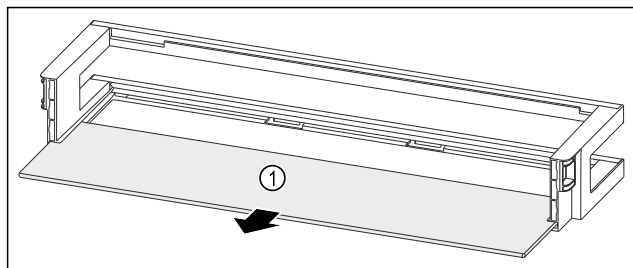

Fig. 114 Balconcino controporta con ripiano
- Rimuovere il ripiano Fig. 114 (1).